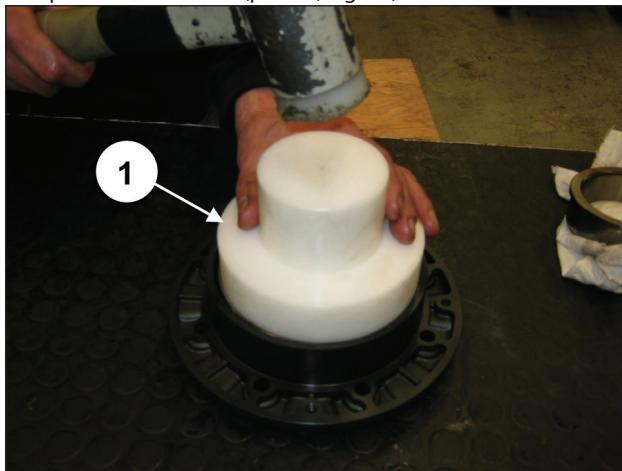
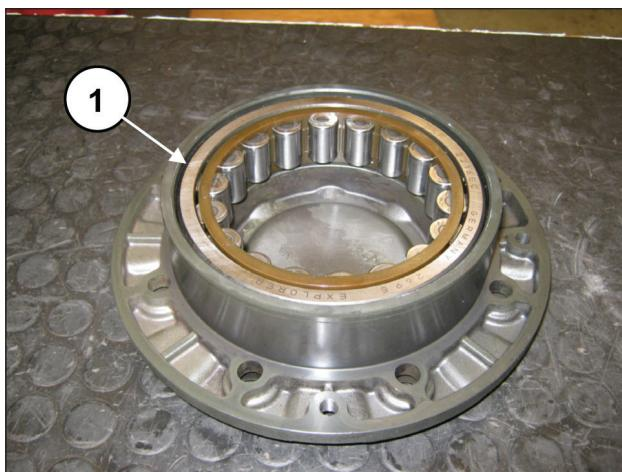

Fig. 57
Fig. 58
Repita a operação na cobertura do rolamento pré-montando o anel externo do rolamento do eixo de manivela, mediante a ferramenta, cód. 27605000 (pos. ①, Fig. 57) até a sua inserção completa até o batente (pos. ①, Fig. 58).